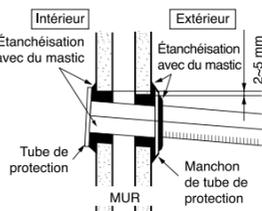

Fig. 4-1
- Utilisez la « bague » pour disposer tous les tuyaux de réfrigérant et le produit d'étanchéité appartenant au jeu de tuyaux, comme illustré aux figures 4-1 et 4-2.